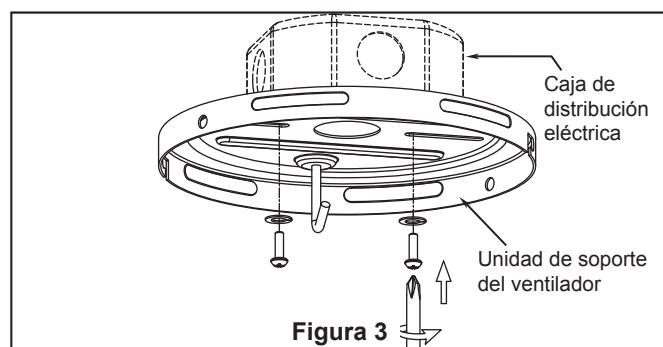

Figura 3
Uso del soporte (Figura 3)
- ☐ 2. Usando los tornillos de la caja de conexiones suministrados con dicha caja, fije correctamente el soporte de techo a la caja de conexiones tal y como se muestra. (Figura 3)